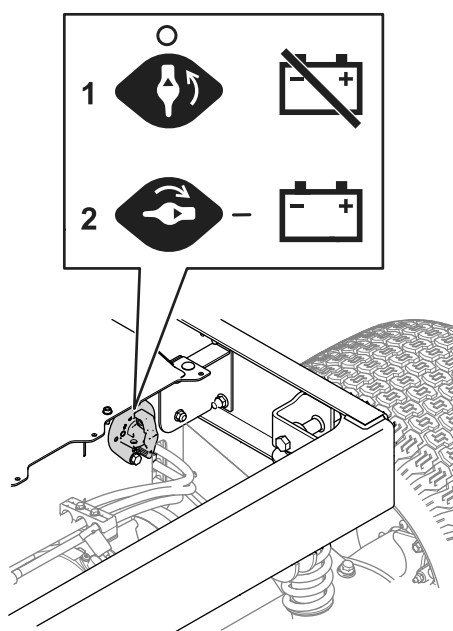

Figura 1
4. Rode o interruptor de desligar a bateria para a posição OFF (desligar) (Figura 1).